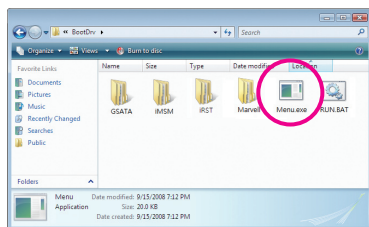
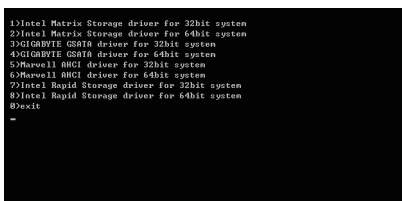

Figura 2
Figura 3
- 2: A partir da pasta de unidade óptica, clique duas vezes no arquivo **Menu.exe** na pasta **BootDrv** (Figura 2). Será aberta uma janela de prompt de comando semelhante àquela da Figura 3.
- 3: Insira o disco formatado vazio. Dependendo do sistema operacional a ser instalado, selecione o driver controlador pressionando a letra correspondente do menu e pressione <Enter>. Por exemplo, a partir do menu na Figura 3, para o Intel Q57, selecione 7) **Intel Rapid Storage driver for 32bit system** para sistema operacional Windows 32-bit.